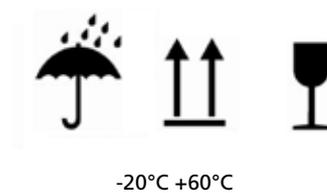

Abb.13
- ▶ Falls erforderlich können auf den Verpackungen Hinweise und Symbole angegeben sein, die wichtige Angaben zum Handling und Transport enthalten (Masse, Anhängpunkte, Informationen für die Lagerung usw.) - (Abb. 13).